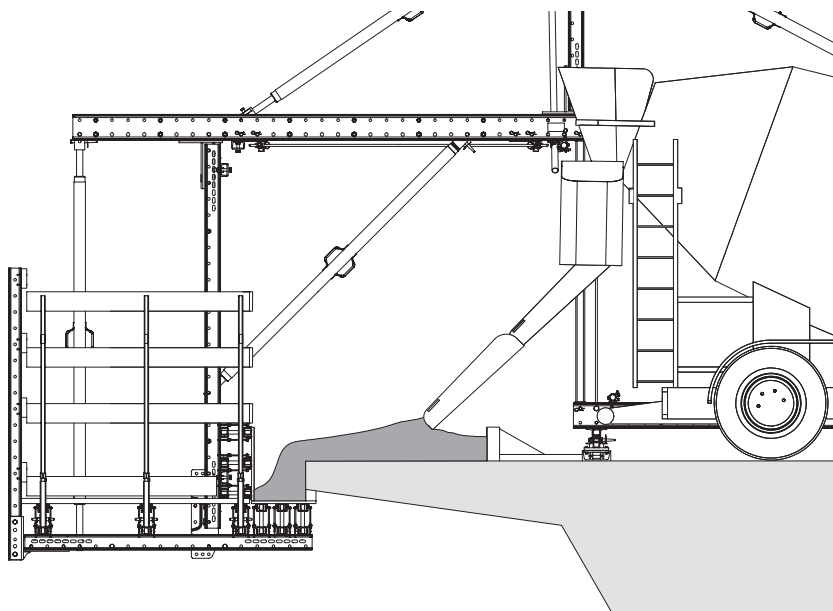

Fig. D2.02
- ⇒ Riempire uniformemente la cassaforma evitando accumuli di calcestruzzo. (Fig. D2.02)
- (Fig. D2.02)